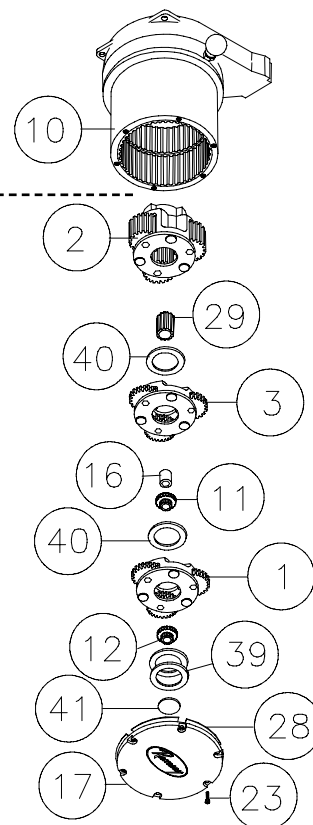

Figura 2
3. Cuidadosamente levante la Caja de Engranajes, sacando los engranajes, bujes, etc. que están dentro de la Caja de tal forma que queden apilados en la mesa de trabajo. Véase la Figura 2.